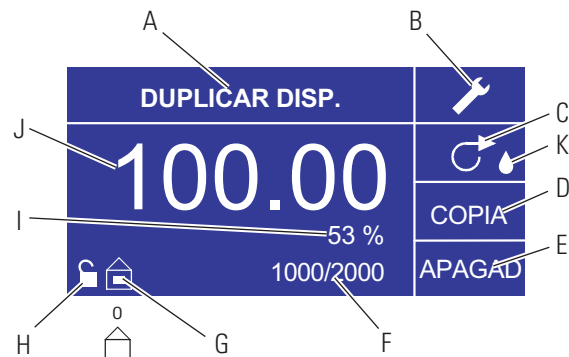

Figura 3-6. Pantalla de modo de descarga de copia
7. **Cómo fijar el tamaño del lote:** Use la almohadilla direccional y el botón de INGRESAR para seleccionar el icono de conteo de lote desde la pantalla de operación (vea la posición F, Figura 3-6). Desde la pantalla de conteo de lote use las flechas ASCENDENTE/DESCENDENTE para seleccionar el tamaño del lote. Pulse INGRESAR para validar el tamaño del lote. Fijado en cero (0) el propulsor funcionará por un infinito número de ciclos y aparecerá el símbolo ∞. Seleccione SALIR para regresar a la pantalla de modo de descarga de copia.
9. **Cómo reponer el conteo de lote:** Use la almohadilla direccional y el botón de INGRESAR para seleccionar el icono de conteo de lote (vea la posición F, Figura 3-6). En la pantalla de conteo de lote, seleccione REPONER y pulse el botón de INGRESAR para reponer el conteo de lote. Seleccione SALIR para regresar a la pantalla de operación de modo de copiar.